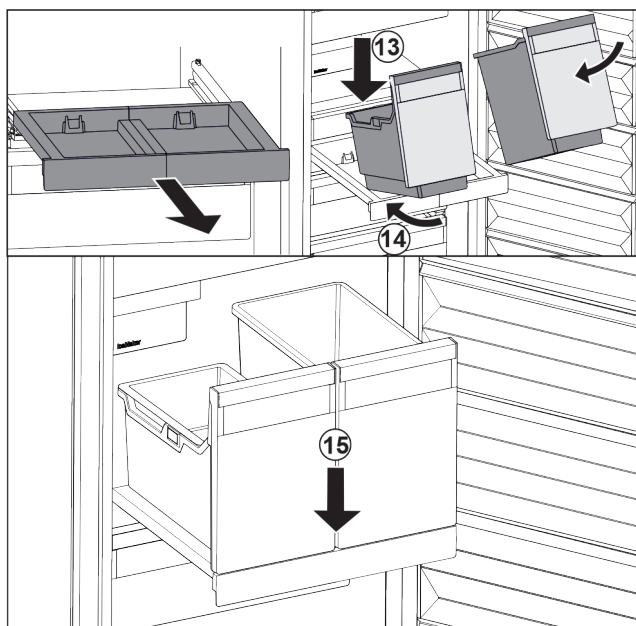

Fig. 124
- ▶ Applicare i contenitori in modo inclinato sul ripiano estraibile. Fig. 124 (13)
- ▶ Inserire il contenitore in modo inclinato verso la parte posteriore. Fig. 124 (14)
- ▶ Abbassare il contenitore nella parte anteriore. Fig. 124 (15)